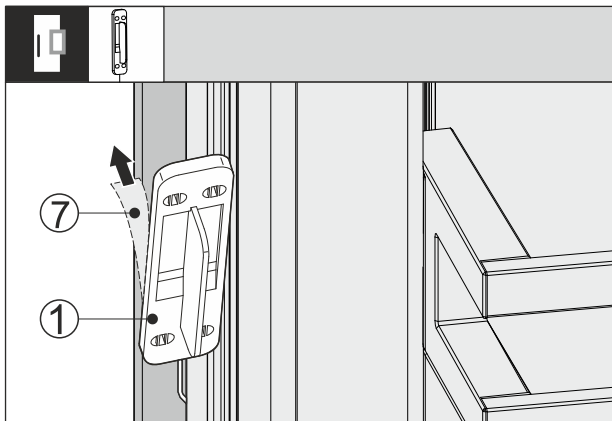

Fig. 66
- Hiqni fletën mbrojtëse Fig. 66 (7) në pjesën e pasme të sensorit të trokitjes Fig. 66 (1).